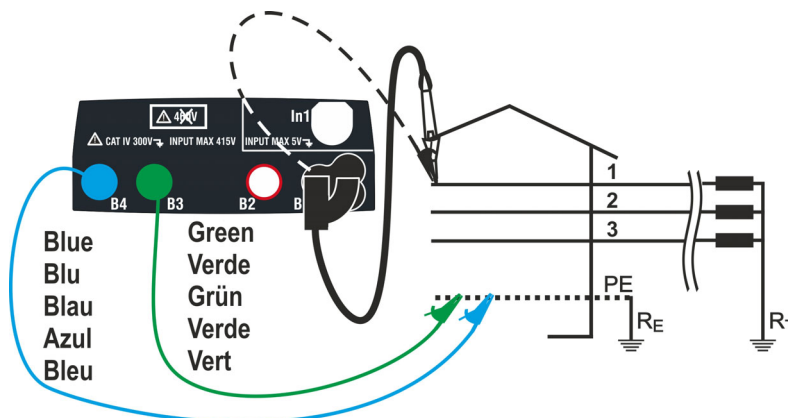

Fig. 22: Misura P-PE/P-N in impianti 400V + PE (no N) con cavi singoli e puntale remoto
4. Eseguire la calibrazione preliminare dei terminali di misura come descritto nel § 0. Connettere la spina shuko, i coccodrilli od il puntale remoto alla rete elettrica in accordo alle Fig. 18, Fig. 19, Fig. 20 e Fig. 22